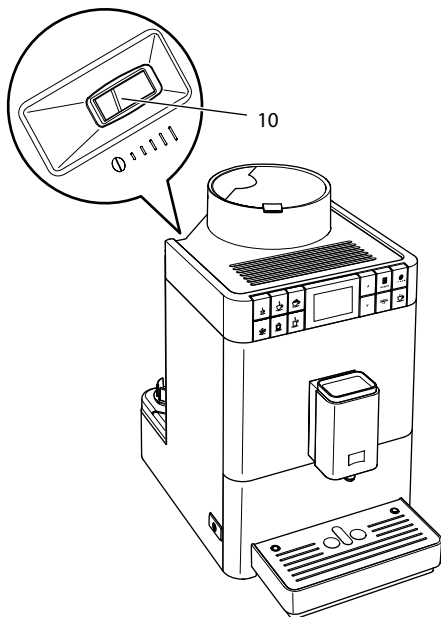

Fig. 16: Palanca para ajustar el nivel de molido
- » En la carcasa aparece la palanca "Ajuste de nivel de molido" (10) .
2. Mueva la palanca hacia la izquierda o derecha, como se muestra en Fig. 16.